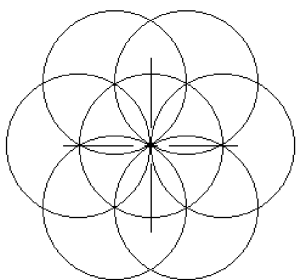

图 2-35 练习图
【例 2-9】 绘制如图 2-35 所示的图形，各圆的直径均为 30mm。
5) 以此类推，绘制出周边其余的圆，操作结果如图 2-35 所示。